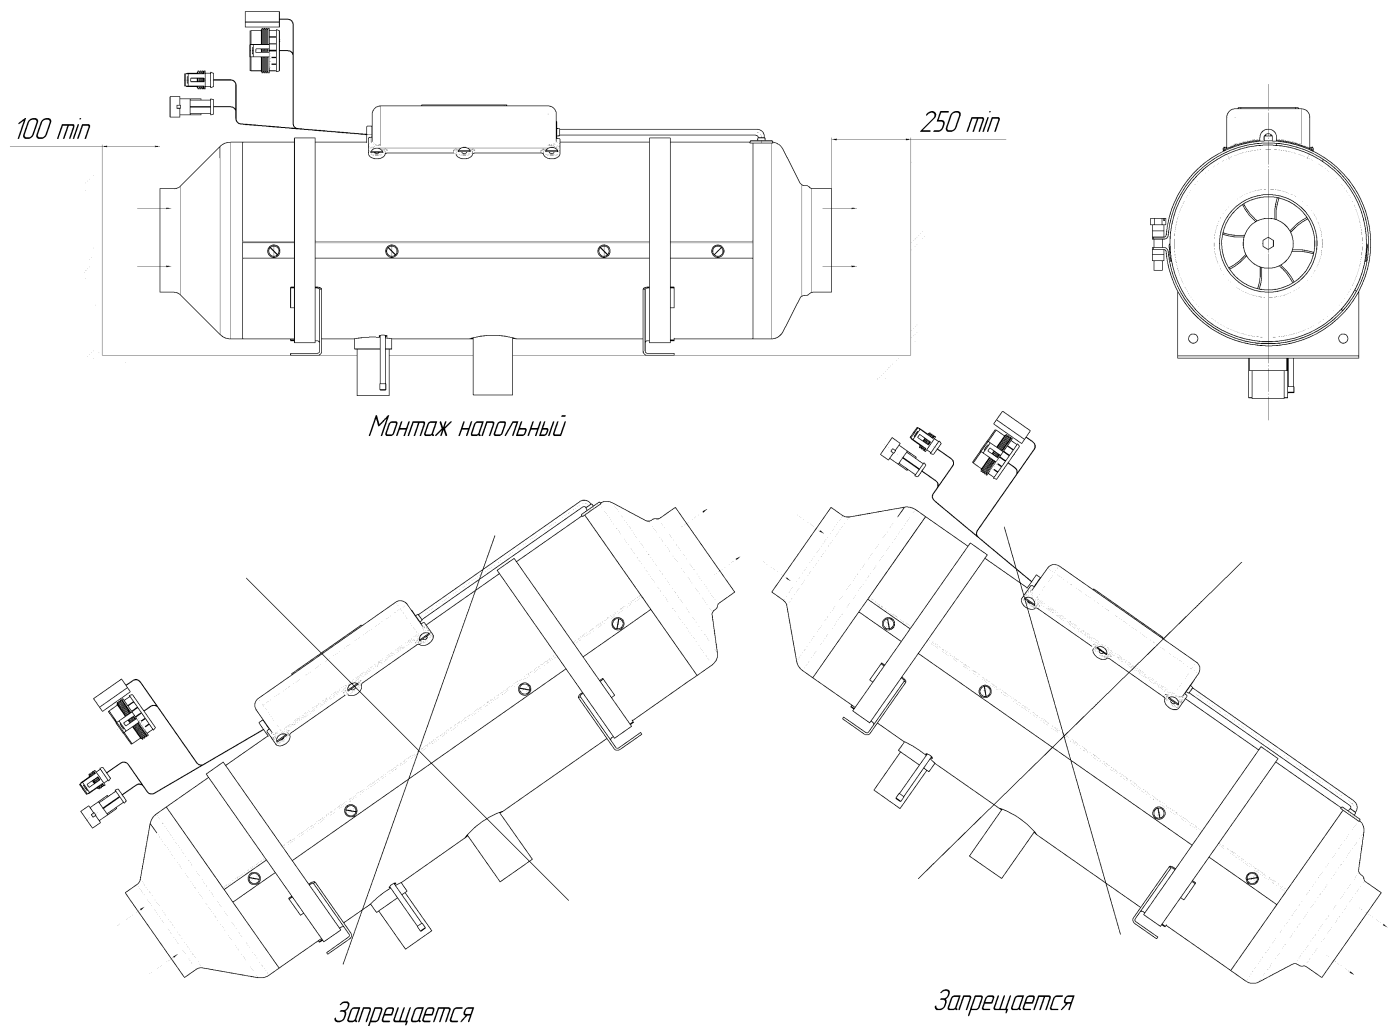

Рис.8.1 – Установка нагревателя
Монтаж нагревателя производить в соответствии с рис.8.1. Опорная поверхность для отопителя должна быть ровной. Входное отверстие нагревателя должно располагаться таким образом, чтобы в обычных рабочих условиях не могли попадать выхлопные газы двигателя автомобиля и отопителя. Расстояние от стенок, перегородок до торца входного отверстия нагревателя должно быть не менее 100 мм (см. рис.8.1). Расстояние от стенок, перегородок до торца выходного отверстия нагревателя должно быть не менее 250 мм. При монтаже и эксплуатации нагревателя необходимо предусмотреть защиту от попадания посторонних предметов во входное и выходное отверстия. Монтаж нагревателя проводить с учетом доступности демонтажа нагревателя, что приведет в конечном итоге к быстрому техническому обслуживанию.
Отверстия в корпусе АТС для монтажа нагревателя производить согласно рис.8.1б.
**ВНИМАНИЕ !!** Надежная работа отопителя зависит от правильного монтажа нагревателя. Нагреватель должен устанавливаться горизонтально согласно рис.8.1.
Рис. 8.1б – Монтажные отверстия для установки нагревателя